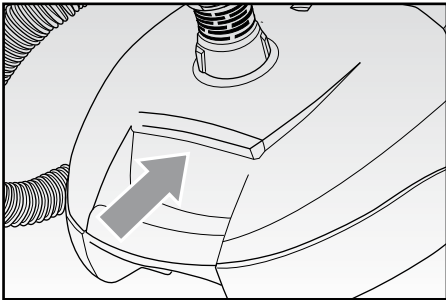

Fig. 7
- Aprire il comparto sacchetto spingendo verso l'esterno l'apposita levetta (FIG. 7).